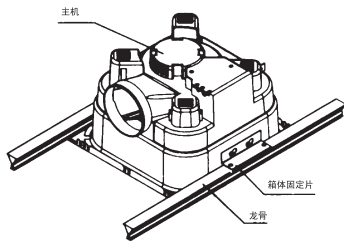
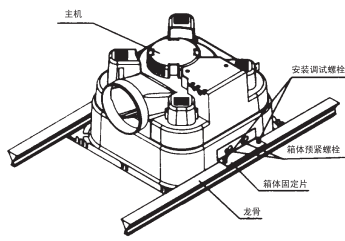

图16
图17
- 1、根据安装示意图(图16、图17)先将箱体锁紧螺丝拧上, 但不完全拧进去, 然后把主机往上托, 使箱体表面和龙骨下表面重合, 再把箱体固定片套在拧在箱体上的锁紧螺丝上, 把箱体固定片锁紧, 最后安装调试螺丝, 并调整箱体的位置。